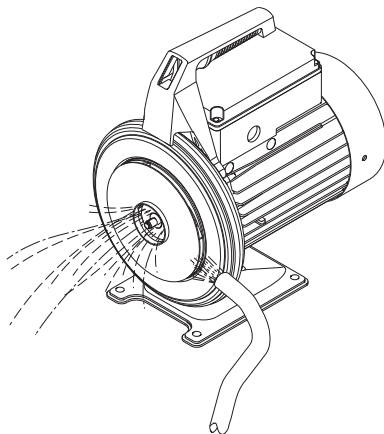

Abb. 7 Reinigen des Laufrads
7. Prüfen, ob das Laufrad (Pos. 49) verschmutzt ist. Falls das Laufrad verschmutzt ist, das Laufrad mit Hilfe einer weichen Bürste oder einem Wasserstrahl reinigen. Siehe Abb. 7. Um dabei ein Mitdrehen des Laufrads und der Motorwelle zu verhindern, die Lüfterschaukeln des Motors festhalten.